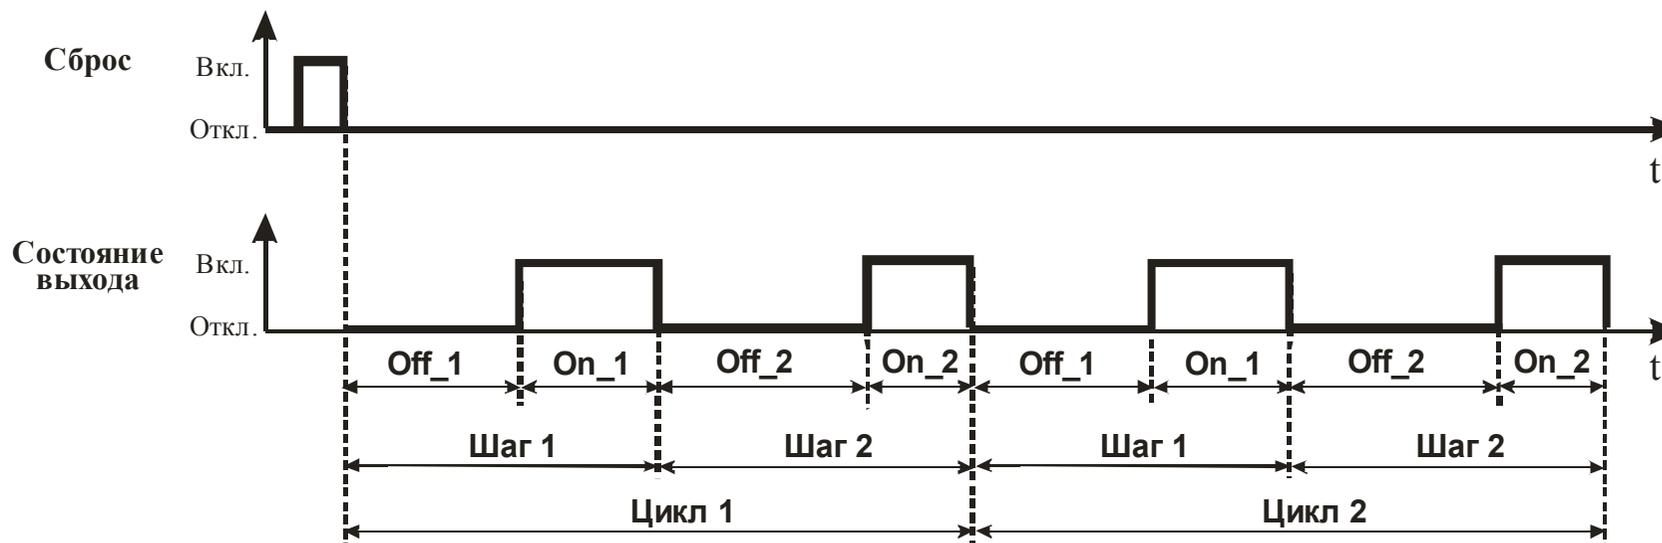

Рисунок 3.2 – Временные диаграммы работы прибора
3.4.2.9 Параметр “Количество циклов” определяет количество циклов при работе прибора (см. рисунок 3.2). При установке параметра в 0 прибор работает в режиме бесконечного цикла.